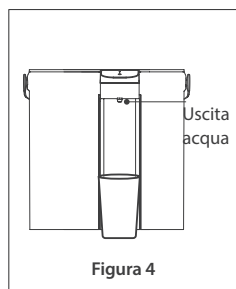

Figura 4
- Posizionare un contenitore o una tazza sotto l'uscita dell'acqua, attiva lo schermo facendo clic sul tasto di erogazione dell'acqua "Δ" e premere nuovamente per erogare acqua. (Figura 4)
- Coloque un recipiente o una taza debajo de la toma de agua, active la pantalla pulsando la tecla de suministro de agua "△" y vuelva a pulsarla para dispensar agua. (Figura 4)